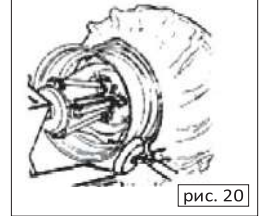

рис. 20
- (4) Установите шину на платформу и опустите консоль зажимного устройства (удерживайте фиксаторы в крайней верхней точке), чтобы сначала зацепить борт.
- (5) Поднимите обод с зафиксированным бортом шины и поверните его на 15–20 см против часовой стрелки. шина будет располагаться под углом.
- (6) Переведите инструментальную консоль в нерабочее положение, установите ее ближе к внутренней части шины.
- (7) Убедитесь в том, что монтажный палец установлен правильно. в противном случае, разверните его на 180°.
- (8) Установите монтажный палец у внешнего края обода на расстоянии 5 мм от него.
- (9) Проверьте положение монтажного пальца и при необходимости измените его. вращайте колесо против часовой стрелки до тех пор, пока тиски не окажутся в самой низкой точке. сначала установите борт в правильное положение относительно обода, затем снимите тиски (рис. 20).
- (10) отведите инструментальную консоль от шины.
- (11) Переведите инструментальную консоль в исходное положение, затем установите ее на внешней стороне шины.
- (12) разверните инструмент на 180°.
- (13) вращайте колесо до тех пор, пока ниппель не окажется в крайней нижней точке.
- (14) Установите платформу (10) под колесом и опустите консоль (5) так, чтобы шина оказалась на платформе. Установите платформу так, чтобы между шиной и ободом образовался небольшой зазор, необходимый для выемки камеры.